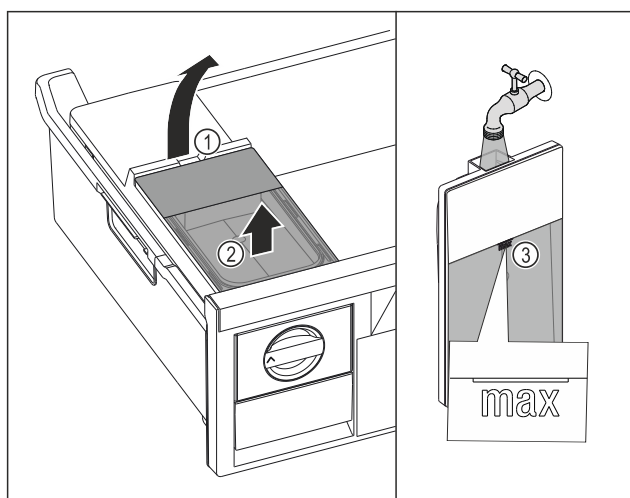

Fig. 150
- ▶ Підняти бак для води за заглиблення Fig. 150 (1).
- ▶ Вийняти бак для води рухом вгору. Fig. 150 (2)
- ▶ Наповнити бак для води питною водою до позначки Fig. 150 (3).